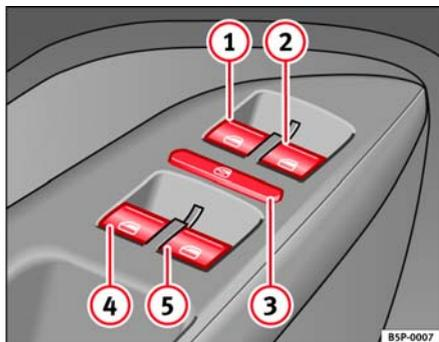

Fig. 71 Detalle de la puerta del conductor: mandos para las ventanillas delanteras y traseras
Las teclas ⇒ página 107, fig. 71 ① y ② tienen dos posiciones para la apertura de las ventanillas y otras dos para el cierre. De este modo es más fácil controlar las operaciones de apertura y cierre.